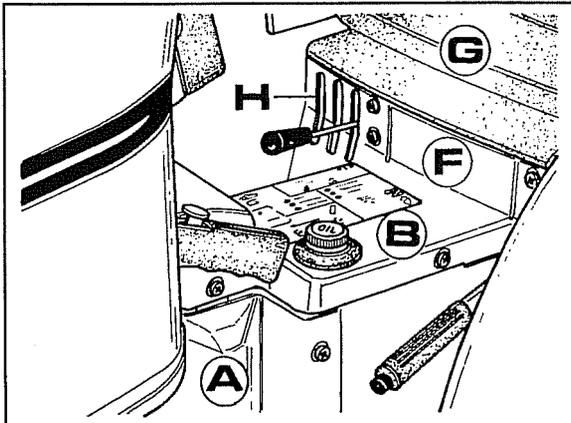

Fig. 9
- 1 Enlever le siège **G**, la protection centrale **B** et les flancs **A-H** comme le montre la fig.9.